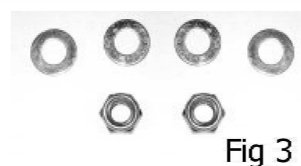

Fig 3
-Introduzca una arandela en el eje de la rueda trasera (Fig 3).